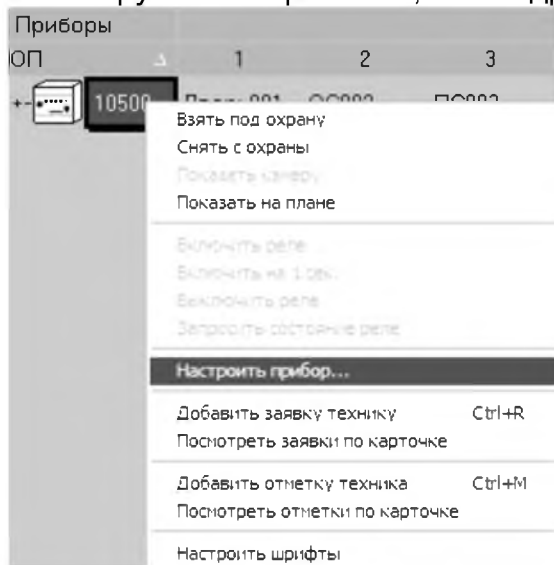

Рисунок 15. Контекстное меню контроллера
- В АРМ ДПЦО выделить левой кнопкой мышки нулевую карточку контроллера, затем из контекстного меню (по щелчку правой кнопкой мышки) выбрать пункт «Настроить прибор...» (см. рисунок 15).